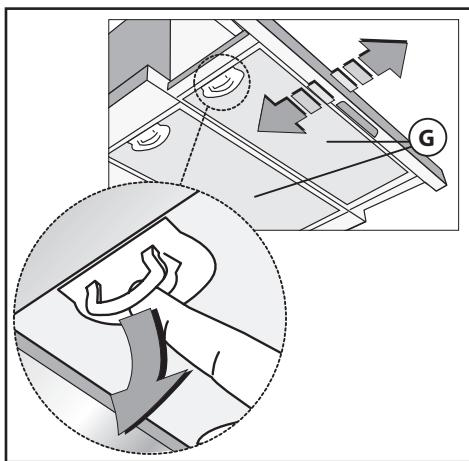

Fig.4
• Minimums distancen mellem kogeoverfladen, målt fra selve kogepladerne, og den nederste del af emhætten, skal være mindst **65 cm**. Hvis der anvendes et forbindelsesrør bestående af to eller flere dele, skal den øverste del placeres udenpå den nederste. Tilslut ikke udledningen fra emhætten med et rør, hvori der cirkulerer varm luft eller som anvendes til at udlede røg fra apparater, der ikke bruger elektrisk energi. Inden man begynder monteringen fjernes filtret (Fig.4) for at gøre håndteringen af apparatet lettere.
For at ændre hætten fra at fungere som sugeenhed til at fungere som filterenhed skal De rette henvendelse til Deres forhandler for at få de aktive kulfiltre. Filterne skal påsættes sugeenheden i hætten og skal centreres i samme og drejes 90 grader indtil blokering (Fig.5). For at kunne udføre denne handling skal man fjerne ristene **G** (Fig.4). Luften sendes tilbage til omgivelserne gennem et forbindelsesrør, der passerer gennem møblet og er forbundet til samleringen **H** (Fig.3B).